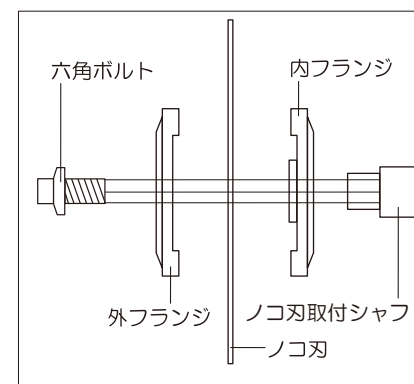
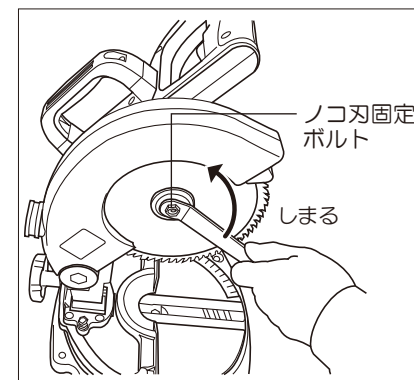
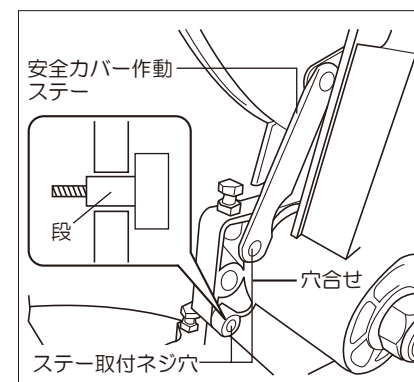

図8
図9
図10
- ①ノコ刃の取付けは、取外しと同じ要領で安全カバーをブレードケース側に回し上げてください。
- ②ノコ刃取付け軸に、内フランジ→ノコ刃→外フランジ→六角ボルト(左ネジ)の順に取付けてください。(図8参照)
- ③シャフトロックを押さえながらノコ刃固定ボルトに付属のスパナを掛け、ゆっくり回すとシャフトがロックされます。
- ④六角ボルトは逆ネジです。左回して締まりますので確実に締めてください。(図9参照)
- ⑤安全カバーを下げてください。
- ⑥アームの下にある安全カバー作動ステーの取付けねじ穴に、ステーの取付け穴を合わせ、六角穴付ネジを差込み付属の六角レンチ(4mm)で確実に締め付けてください。(図10参照)